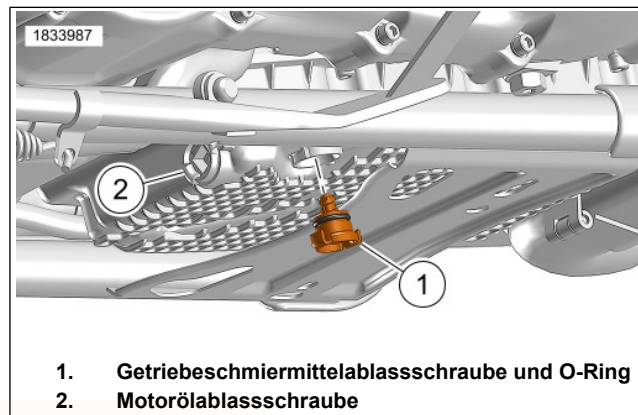

Abbildung 117. Getriebeschmiermittelablassschraube PRIMÄRKETTENGEGHÄUSESCHMIERMITTEL WECHSELN
- a. Siehe Abbildung 117. Die Getriebeölablassschraube und den O-Ring (1) ausfindig machen.